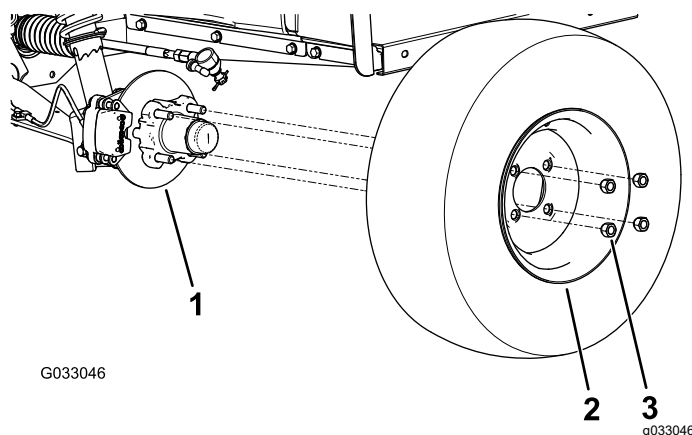

Рисунок 29
2. Отверните 4 зажимные гайки, которые крепят каждое колесо к ступице (**Рисунок 29**).
4. Совместите отверстия в колесе со шпильками в ступице и установите колесо на ступицу так, чтобы вентиль шины был направлен наружу (Рисунок 29).
5. Закрепите колесо на ступице с помощью зажимных гаек (Рисунок 29).